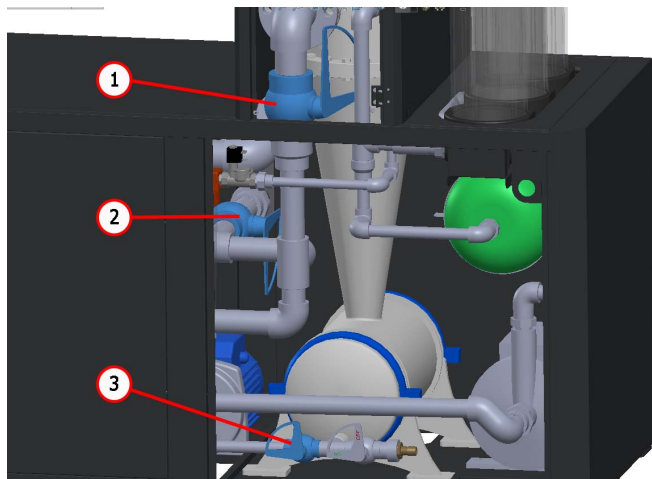

Рисунок 22
2. Откройте кран 3 и 2 см. рис. 22, закройте кран 1. Степень открытия крана 2 регулируется напор сброса воды.
5. Закройте краны 2 и 3 см. рис. 22, и откройте кран 1.